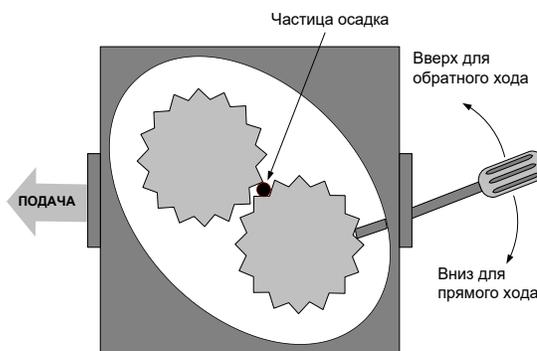

Рис. 12
Насос, заблокированный мусором или отвердевшим жиром, обычно можно освободить, вручную перемещая шестерни отверткой или иным инструментом, как показано на рис. 12. **Обязательно отключите электропитание двигателя насоса, прежде чем выполнять это действие.**
3. С помощью отвертки вручную вращайте шестерни (см. рис. 12).